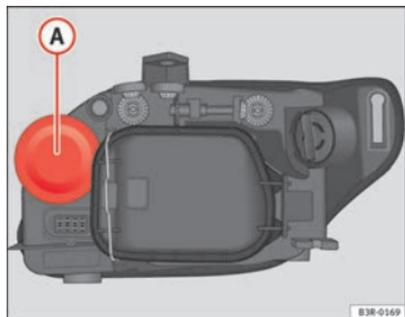

Fig. 192 Abbaglianti
- Rimuovere la copertura di gomma (A) ⇒ fig. 192 tirandola.